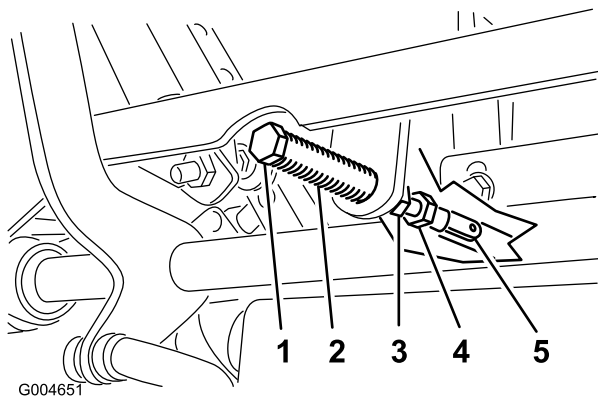

Bild 61
5. Ziehen Sie den Hebel zurück, bis der Lastösenbolzen (am Arm über der Gelenkwelle) das Schlitzende berührt (und soeben Druck auf die Feder ausübt) (Bild 61).
7. Sollte eine Einstellung erforderlich sein, lockern Sie die Mutter und die Klemmmutter gegen das Joch (Bild 61).
8. Drücken Sie den Fahrtriebshebel leicht nach hinten, drehen Sie den Kopf der Einstellschraube in die entsprechende Richtung, bis der Schalthebel in der Neutralsperrstellung zentriert ist (Bild 61).
9. Ziehen Sie die Mutter und die Klemmmutter an (Bild 61).
9. Ziehen Sie die Klemmmuttern an den Kugelgelenken fest (Bild 61).